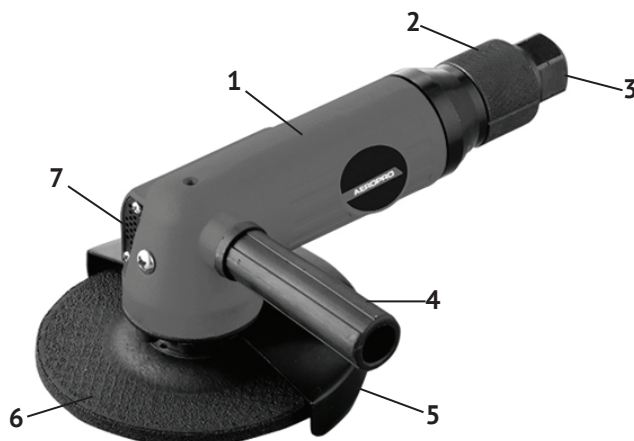

рис. 1
1.6.1 Общий вид шлифмашины представлен на рис.1
Ротационный пневмодвигатель и пусковой механизм расположены в корпусе-рукоятке (рис.1 поз.1). В передней части корпуса расположен редуктор, передающий вращение на шпиндель.
Крутящий момент с ротора пневмодвигателя передаётся редуктором из двух конических шестерён на шпиндель, на который между опорным и прижимным фланцами крепится шлифовальный (отрезной) круг (рис.1 поз.6).
В задней части корпуса (рис.1 поз.1) находится штуцер (рис.1 поз.3) для подключения шланга от компрессора (воздушной линии) с помощью переходника «рапид» (входит в комплект поставки). Подача воздуха осуществляется поворотом кольца (рис.1 поз.2), расположенного в задней части корпуса (рис.1 поз.1). Поворот кольца в противоположном направлении (до фиксации со щелчком) отключает подачу воздуха к шлифмашине.
К нижней части редуктора крепится защитный кожух (рис.1 поз.5). Шлифмашина комплектуется дополнительной рукояткой (рис.1 поз.4), которая прикручивается слева к корпусу. Она обеспечивает, при работе, надёжный хват инструмента двумя руками.
- установить кожух, как показано на рис.1 и прикрутить его винтами к крышке редуктора.
Прикрутить к корпусу дополнительную рукоятку (рис.1 поз.4). По возможности закрепить обрабатываемую заготовку (струбцинами, зажимами и т.п.).
Перед подсоединением инструмента капните в разъём входного штуцера (рис.1 поз.3) несколько капель масла.
Определить оптимальную скорость вращения и зернистость шлифовального круга, проверяя работу на запасных кусках материала (рекомендации см. в п.2.3.1). Прикрутить к входному штуцеру (рис.1 поз.3) переходник «рапид», для соединения с воздушной линией.